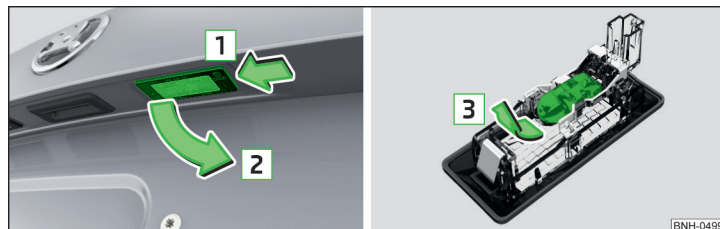

Fig. 167 Demontarea lămpii pentru numărul de înmatriculare / Înlocuirea becului
- Apăsați lampa în sensul săgeții **1** » fig. 167.